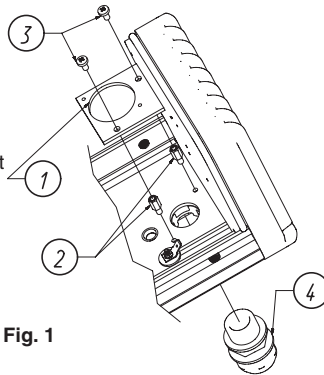

Fig. 1
- Den Stahlverschluß Pg 16 aus dem Gehäuseboden schrauben und den Luftfilter (4) einschrauben, der dem Bausatz beiliegt (Abb. 1).
- Die Turm-Distanzstücke (2) in die Gewindelöcher im Gehäuseboden schrauben und die PVC-Platte (1) mit den Befestigungsschrauben (3) fixieren (Abb. 1).